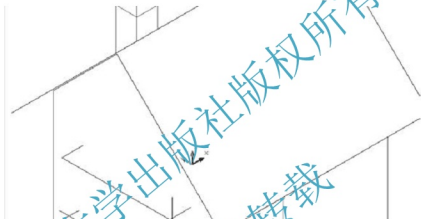

图 6.72 显示的目标对象
(2) 在**选择对象或<使用 DVIEWBLOCK>**:提示下,按 Enter 键,表示将 AutoCAD 的三维建筑实例作为设置三维视点时显示的目标对象,结果如图 6.72 所示。